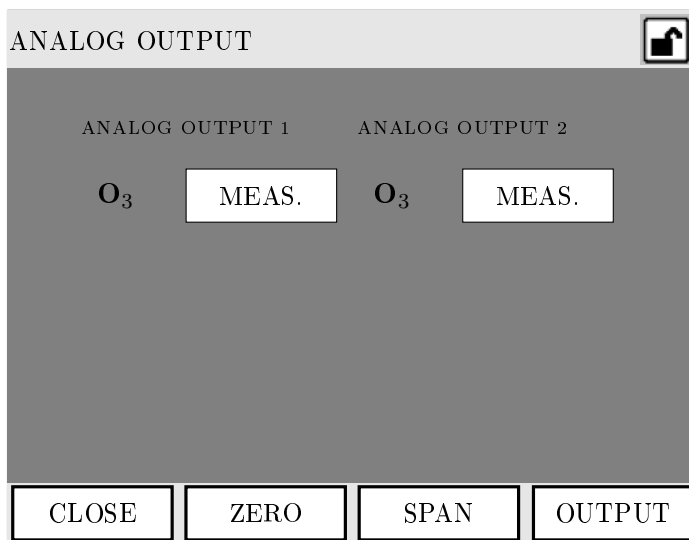

Рис. 6.8: Экран аналогового вывода
**[ANALOG OUTPUT]:** Показывает окно ANALOG OUTPUT (см. рис. 6.8 на следующей странице).
5. Нажмите кнопку [CLOSE], чтобы возвратиться в окно ANALOG OUTPUT (рис. 6.8 на с. 55).